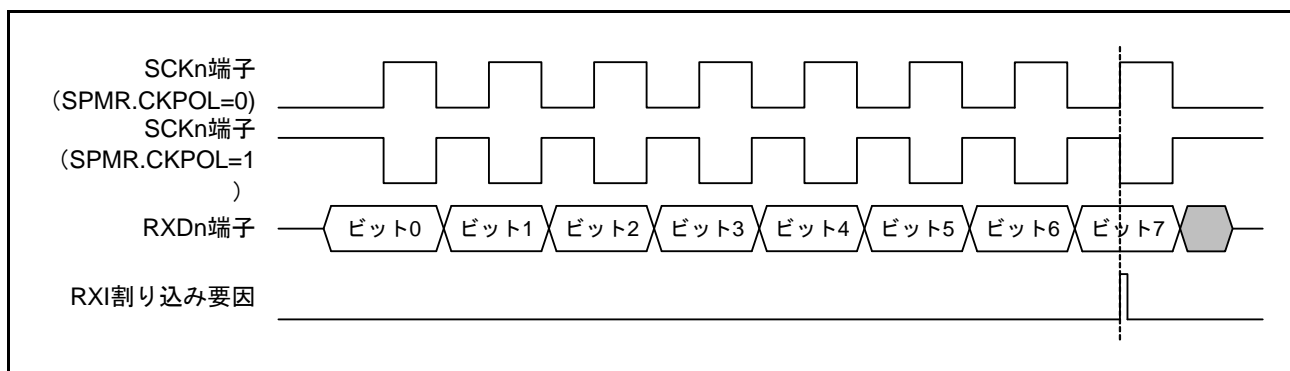

図 32.73 簡易 SPI モード（クロック遅れあり）RXI 割り込み発生タイミング
(1) マスタモード
- クロック遅れあり設定（SPMR.CKPH ビット＝“1”）の場合、**図 32.73** に示すように SCKn 端子の最終クロックエッジ手前のクロックエッジで受信データフル割り込み（RXI 割り込み）が発生します。このとき、SCR.TE, RE ビットを SCKn 端子の最終クロックエッジより前に“0”に設定すると SCKn 端子出力がハイインピーダンスとなり、最終送受信クロックのクロックパルス幅が短くなります。また、RXI 割り込み後、SCKn 端子の最終クロックエッジより前に接続先スレーブに対する SSn# 端子入力信号を High にするとスレーブが誤動作する可能性があります。